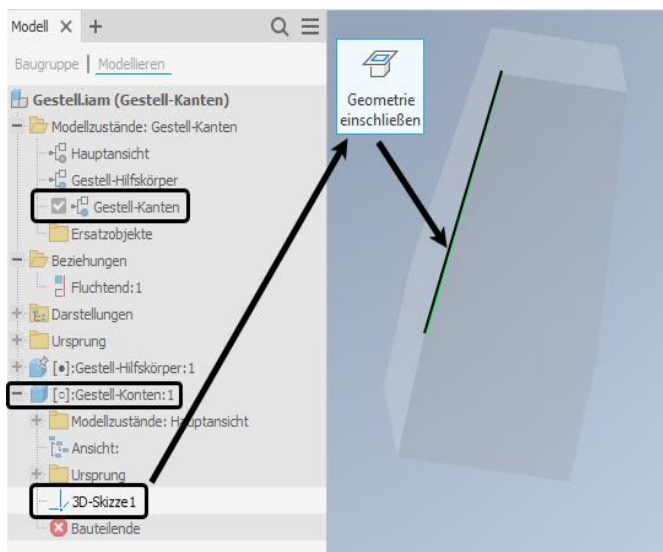

Abbildung 11.38: 3D-SKIZZE über GEOMETRIE EINSCHLIEßEN vom Volumenkörper ableiten
- klicken Sie mit 3D-SKIZZE|ZEICHNEN|GEOMETRIE EINSCHLIEßEN  die Kanten des Volumenkörpers an (Abbildung 11.38) und